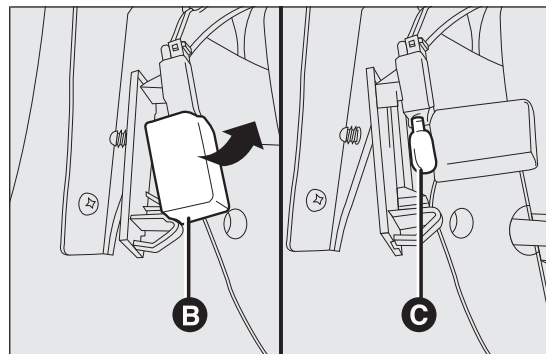

fig. 123
- ☐ abrir la protección de la lámpara B fig. 123 y sustituir la lámpara C fig. 123 colocada a presión;